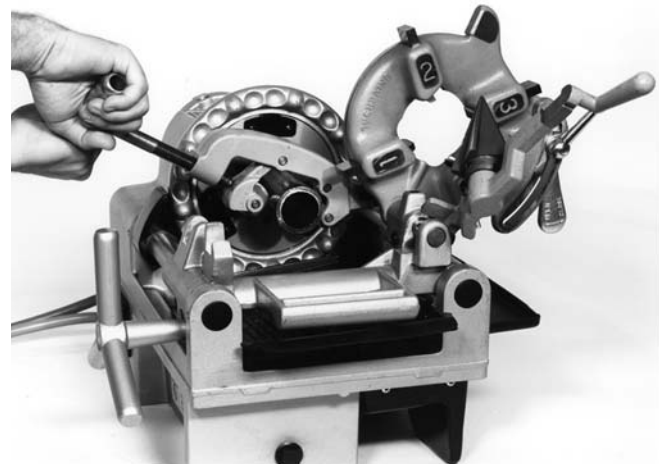

Figure 4 – Coupe des tuyaux à l'aide du coupe-tubes n° 732
4. Mettez-vous en position de travail appropriée (Figure 4).